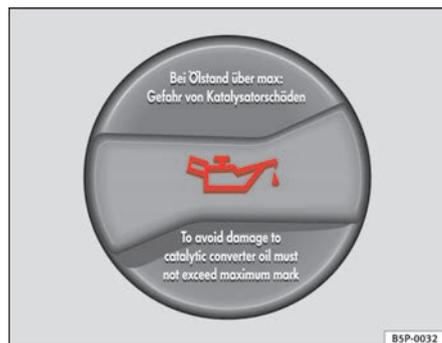

Fig. 126 Vano motore:
- Svitare il tappo del bocchettone di rifornimento dell'olio motore ⇒ **fig. 126**.